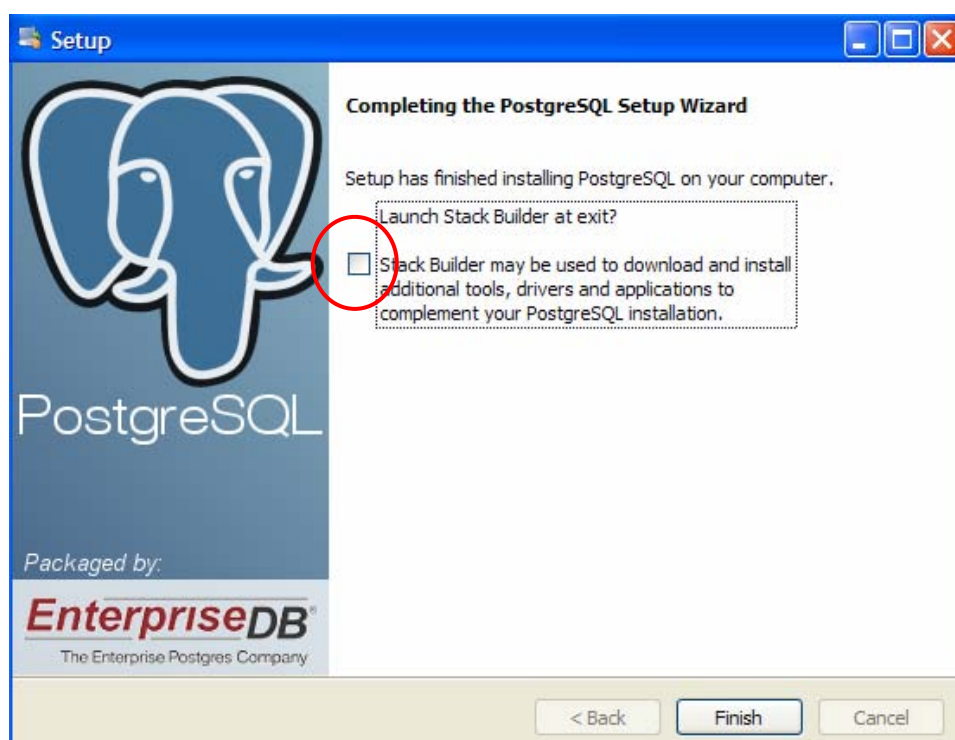

Рис. 14.7
7. По окончании установки нажать «Next >», в открывшемся окне (рис. 14.7) снять флажок с установки «Stack Builder» и нажать «Finish».